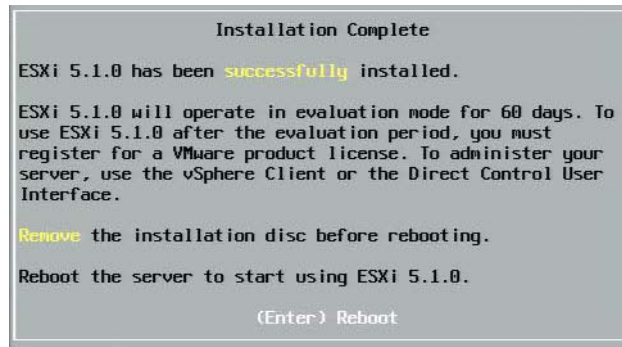

Figura 14-34. Instalação do ESXi concluída
8. Após a instalação bem-sucedida (Figura 14-34), pressione ENTER para reinicializar.